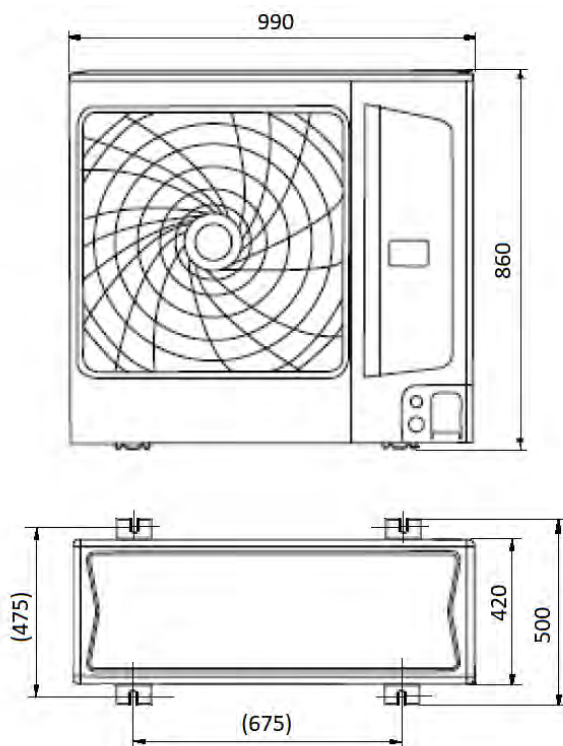

Рис.1.5
- Диаметры труб на участке (L1) между наружным блоком и первым рефнетом рефнетом B1 (рис.1.5) определяется параметрами портов подключения наружного блока. Наружные блоки Mini IMS 7S мощностью от 8 до 14 кВт имеют порты подключения 3/8 "(9,52мм) и 5/8" (15,88мм).